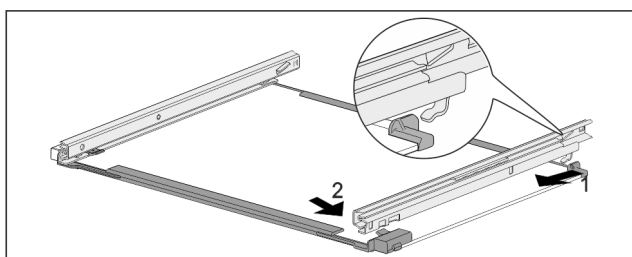

Fig. 158 Skleněná deska s kolejničkami
- ▶ Zahákněte kolejničku vzadu. Fig. 158 (1)
- ▶ Zaklapněte kolejničku vpředu. Fig. 158 (2)